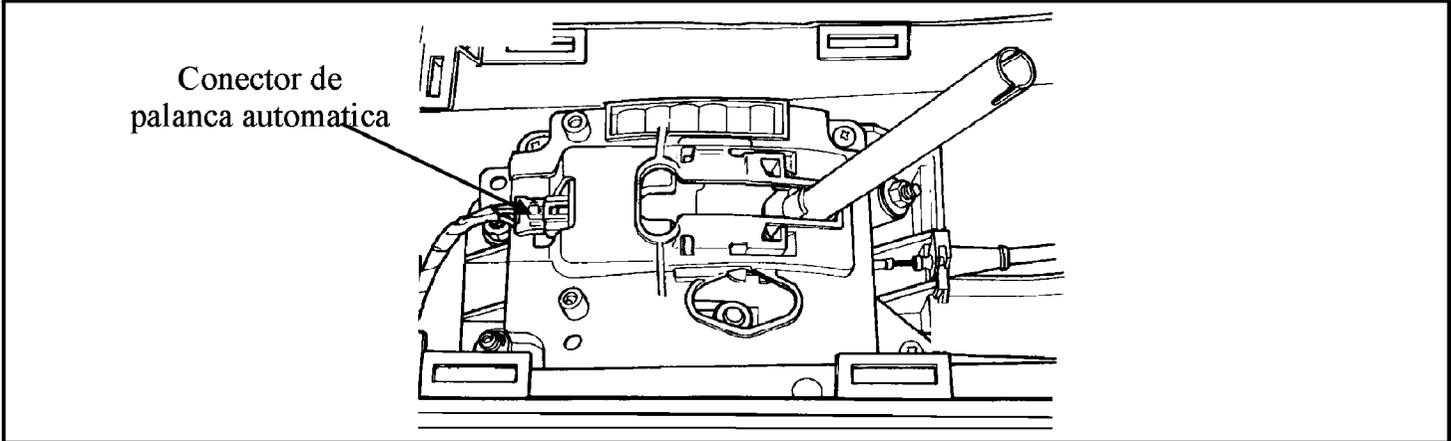
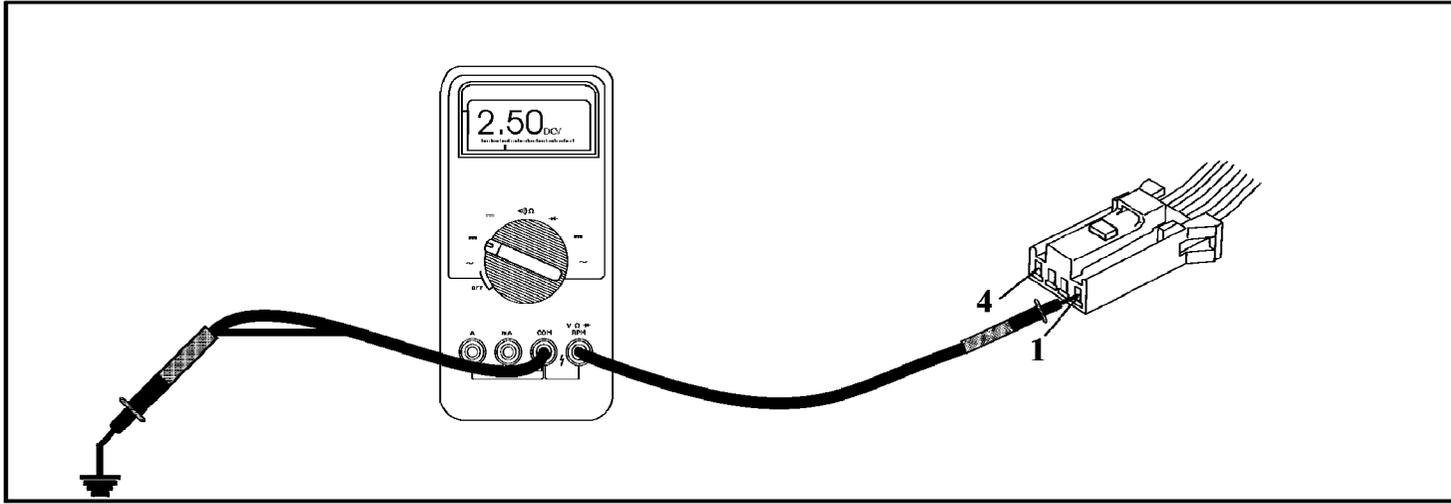

Figura 66
Figura 67
- Localize y desenchufe el interruptor de la palanca automatica que está en la consola central (Vea la figura 66). Ponga la la llave en contacto y coloque el cable negativo de su voltímetro a tierra. Con el cable positivo mida el voltage en el terminal 1 del conector (Vea la figura 67). Si hay voltaje, vaya al proximo paso. Si no hay voltaje, sospeche un fusible quemado. En los modelos LH revise el fusible # 7, en los demás modelos revise el # 11. En caso de que el fusible no esté quemado, busque una avería en el alambre que va desde el fusible hasta el terminal 1 y reparela o reemplaze el alambre.